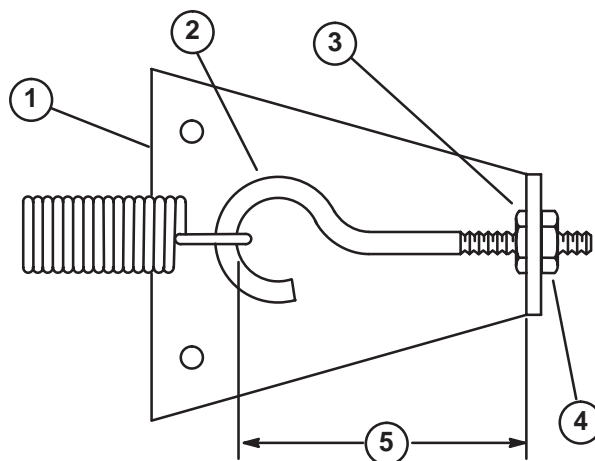

Figure 65
3. Desserrez l'écrou hexagonal extérieur qui fixe le boulon à œil du ressort à la plaque d'ancrage du ressort (Fig. 65).
4. Tournez dans le sens horaire, jusqu'à ce que la distance entre l'intérieur de la boucle du boulon à œil et l'intérieur de la plaque d'ancrage du ressort soit réduite de 3 mm, comme indiqué à la Figure 65. Serrez l'écrou hexagonal.